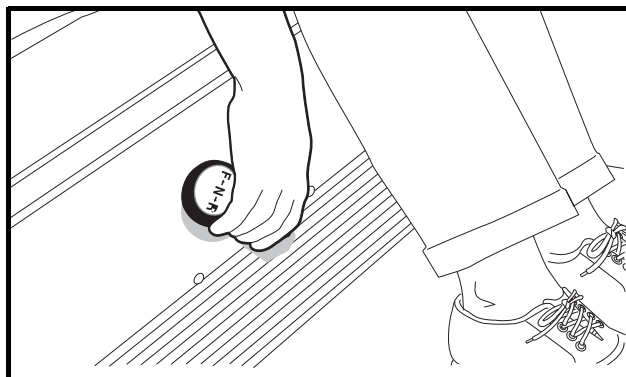

Figure 10 Levier de marche avant/marche arrière – véhicule DS Villager 4 à essence
Le levier de marche avant/marche arrière se trouve sur le panneau de support du siège (**Figure 10, page 26**). Le levier a trois positions distinctes : **F** (MARCHE AVANT), **N** (POINT MORT) et **R** (MARCHE ARRIÈRE). Tourner le levier en direction du conducteur MARCHE AVANT (F) pour avancer, ou en direction du passager MARCHE ARRIÈRE (R) pour reculer. En marche arrière, la vitesse des véhicules Club Car est réduite. La ou les alarme(s) sonore(s) de marche arrière retentissent lorsque le levier de marche avant/marche arrière est en position MARCHE ARRIÈRE (R).
- **Véhicule à démarreur à pédale** : Lorsque le levier est en position verticale POINT MORT (N), le véhicule reste immobile.
- **Véhicule à démarreur à clé** : Le moteur tourne au ralenti lorsqu'il est en position POINT MORT (N). Voir **REMARQUE** ci-dessous.